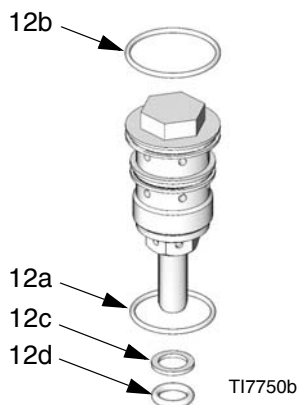

Рис. 13. Тарелка старой конструкции
4. См. Рис. 13. Выкрутите узлы тарелок (12). Небольшие уплотнительные кольца (12с, 12d) могут не выходить вместе с узлами тарелок. Необходимо вынуть эти кольца из верхней заглушки (1) и нижней крышки (3).
6. Нанесите смазку на узлы тарелок (12) и установите на место верхнюю заглушку (1) и нижнюю крышку (3). Затяните винты с усилием 40,6—48,8 Н•м (30—36 футофунтов).